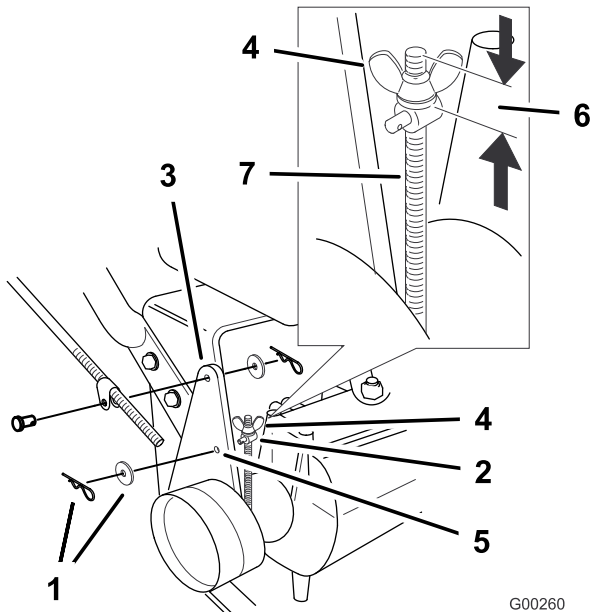

Figura 41
Nota: Para el ajuste inicial, ajuste la tuerca de orejeta hasta que se encuentre a 32 mm (1-1/4 pulg.) de la parte superior de la varilla (Figura 41).
5. Para ajustar el freno, retire el pasador de horquilla y la arandela de la palanca de freno y el muñón (Figura 41).
8. Instale el muñón en el taladro F (Figura 41). Apriete la tuerca de orejeta.
9. Fije el collar a la palanca de freno con la arandela y el pasador de horquilla (Figura 41).